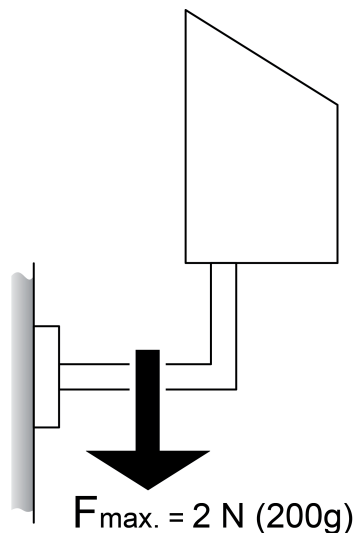

Figura 4: Carico massimo sul braccio ad angolo
- Condurre i cavi per l'alimentazione elettrica e il collegamento bus attraverso una delle due apposite aperture (11) fino alla morsettiere (3).
- Collegare la tensione elettrica al morsetto (9).
- Collegare il cavo bus KNX all'apposito morsetto (10).
- Collegare la spina della testa del sensore (1) al morsetto del sensore (8) nella morsettiere (3).
- i** Il braccio ad angolo (2) può rompersi durante la chiusura della morsettiere. Non utilizzare il braccio ad angolo come leva (figura 4).